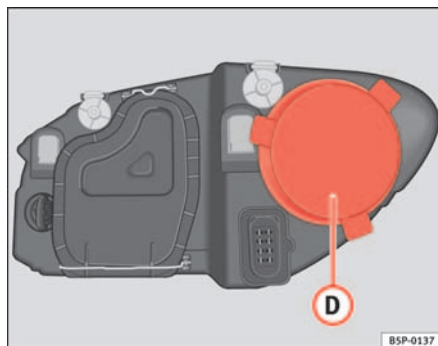

Fig. 186 Luz de población
- Retire la tapa ⇒ fig. 186 ① tirando de la misma.